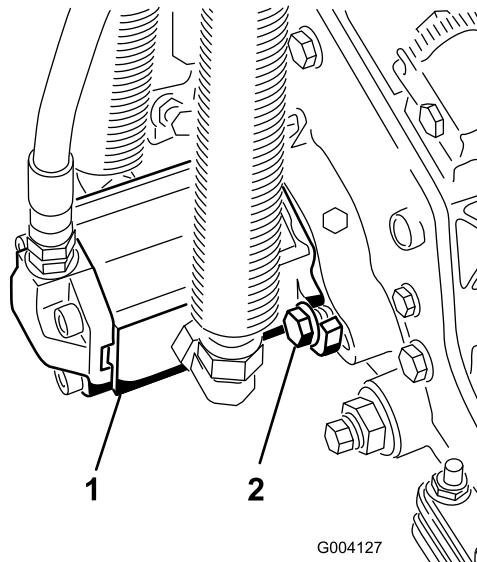

图 20
16. 以顺时针旋转的方式插入马达以使马达法兰与螺栓保持一定空隙 图 20。逆时针旋转马达直至法兰环绕螺栓然后拧紧螺栓。